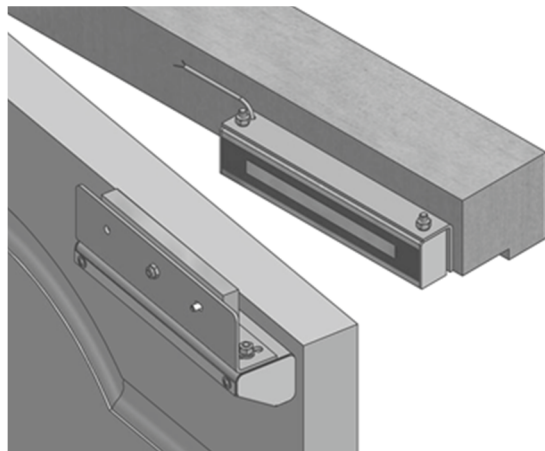

Рисунок 12 - Установка замка с комплектом **МК AL-400FB-DP-Z** для дверей, открывающихся вовнутрь.
- монтажный комплект МК AL-400FB-Z для дверей, открывающихся вовнутрь, (рисунок 12).